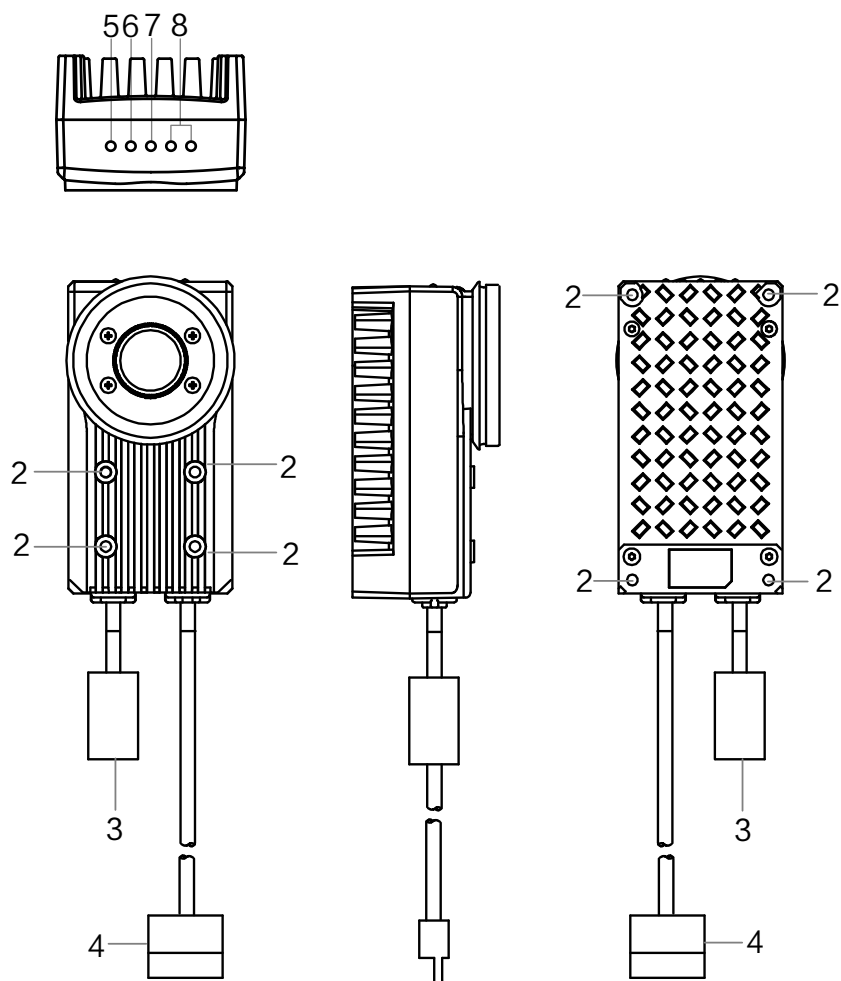

图2-3 设备外观（自带线缆不带镜头罩）
- “自带线缆不带镜头罩” 型号：外观如图 2-3 所示，该设备为快递专用型号。